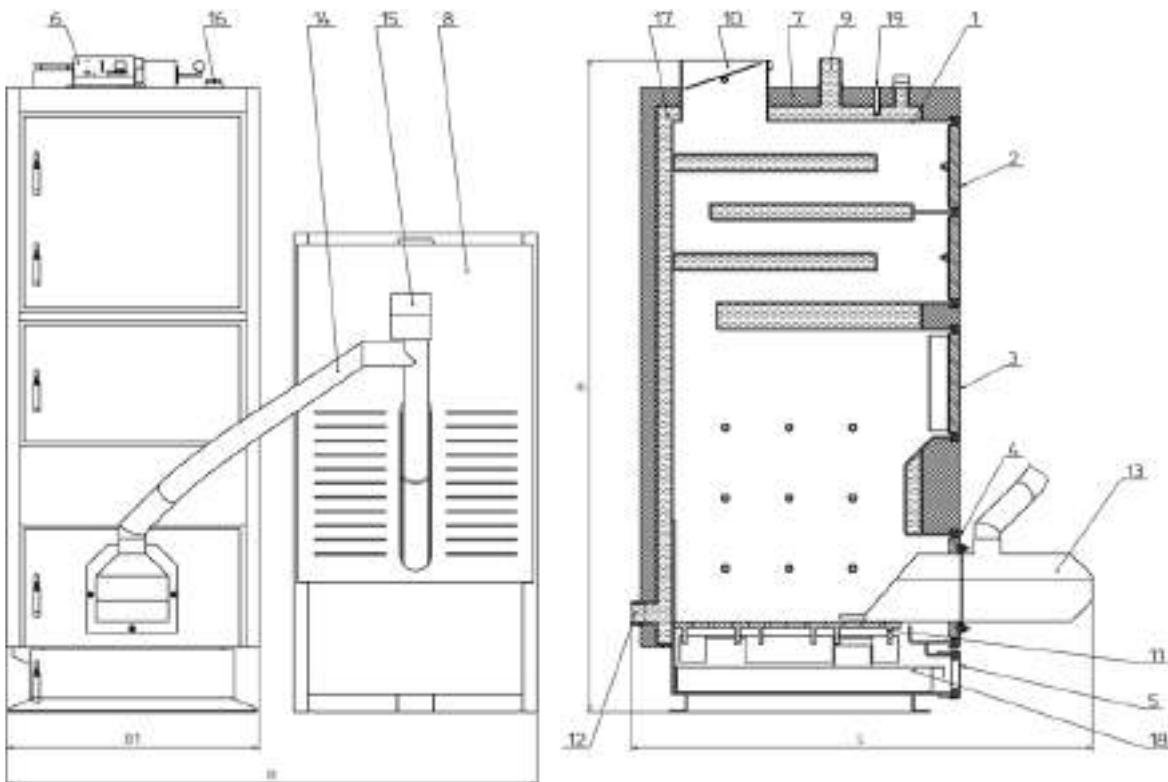

Рисунок 5.1 – Внешний вид и основные элементы котлов типа КТНк
Конструктивно котел представляет собой сборносварную конструкцию, состоящую из корпуса с камерой сгорания (поз. 1, рис. 5.1). Над топкой расположена конвекционная часть котла, что представляет собой высокоэффективный четырёхходовий теплообменник.
Корпус котла выполнено в форме параллелепипеда с двойными стенками, которые разделены водными перегородками (поз. 17, рис. 5.1). На наружной поверхности корпуса под декоративной обшивкой закреплена тепловая изоляция (поз. 7, рис. 5.1).
- шнекового (винтового) механизма подачи топлива, который приводится в движение мотор-редуктором (поз. 15, рис. 5.1);
- автоматической пеллетной горелки (поз. 13, рис. 5.1)
- электронного контроллера температуры (поз. 6, рис. 5.1).
Топливо для процесса сжигания подается автоматически из расположенного у котла бункера для топлива (поз. 8, рис. 5.1) с помощью винтового (шнекового) механизма подачи. Шнековый механизм соединяется с горелкой гибким гофрированным рукавом (поз. 14, рис. 5.1), который изготовлен из легкоплавкого материала. Сгорание топлива (пеллеты) происходит в камере сгорания горелки на подвижном колоснике, который изготовлен из жаропрочной стали. Камера сгорания горелки выполнена из огнеупорного керамики.
Обслуживание котла состоит в периодическом добавлении топлива в бункер (поз. 8, рис. 5.1) и устранении золы из зольной полки (без необходимости погашения котла). После разжигания котёл не требует постоянного пребывания в помещении, где он смонтирован, обслуживающего персонала. Эксплуатация котла может происходить непрерывно во время всего отопительного сезона. Котел может также работать после отопительного сезона в системе с бойлером на горячее водоснабжение.
Дымовые газы выходят в дымоход через боров (поз. 10, рис. 5.1), расположенный в задней части котла. Боров оборудован дроссельным клапаном продуктов сгорания - шибером, который в случае слишком высокой тяги в дымоходе дает возможность ее снизить путем частичного перекрытия выходного отверстия боровая.
- дверцы для периодического обслуживания (чистки) конвективной части котла (поз. 2, рис. 5.1);
- дверцы топки (поз. 3, рис. 5.1)
- дверцы горелки (поз. 4, рис. 5.1)
- дверцы зольника (поз. 5, рис. 5.1)
В верхней части теплообменника размещены: патрубок прямой сетевой воды (поз. 9, рис. 5.1) и штуцер для установки предохранительного клапана (поз. 16, рис. 5.1). В нижней части, на задней стене - патрубок обратной воды (поз. 12, рис. 5.1). Сливной патрубок расположен на боковой стенке котла.
Корпус котла обложен теплоизоляционным материалом (поз. 7, рис. 5.1).
Датчик температуры в комплекте контроллера необходимо закрепить на неизолированные участке патрубка прямой сетевой воды (поз. 8, рис. 5.1), используя шплинтовое крепление (бандаж). После предварительной затяжки бандажа (бандаж можно обернуть вокруг трубы дважды, или отрезать избыток ножницами для металла), вложить датчик температуры между бандажом и трубой. Осторожно зажать бандаж так, чтобы датчик температуры не перемещался под бандажом. Очень сильное затягивание